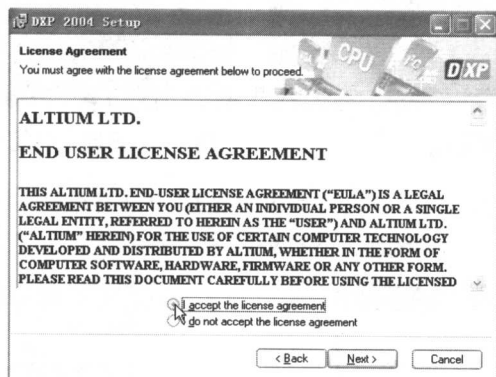

图 1-6 安装向导第 2 步
- 步骤 8: 单击 **Next >** 按钮后, 系统将进入下一步的安装, 如图 1-6 所示, 单击 **< Back** 按钮, 可返回上一步。